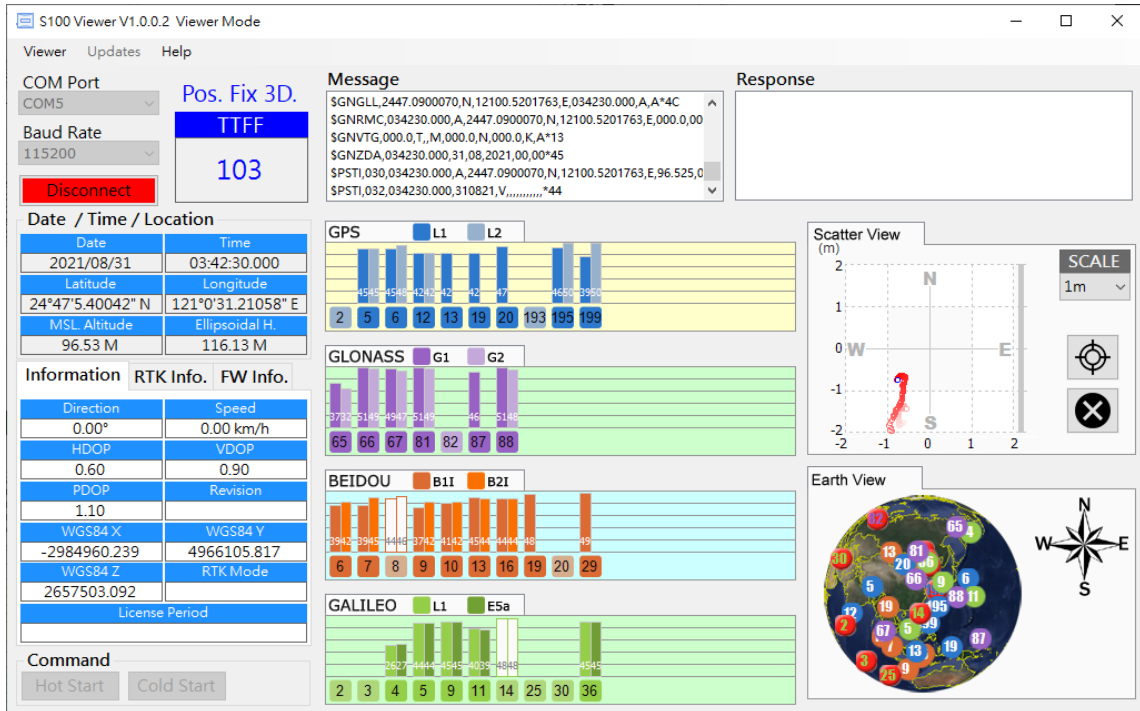

Figura 3-5
6. La salida NMEA debería verse en la pantalla de mensajes. Si tiene una buena vista del cielo con una cantidad suficiente de satélites rastreados, la barra de señal se volverá sólida y se fijará la posición. Consulte la Figura 3-5.